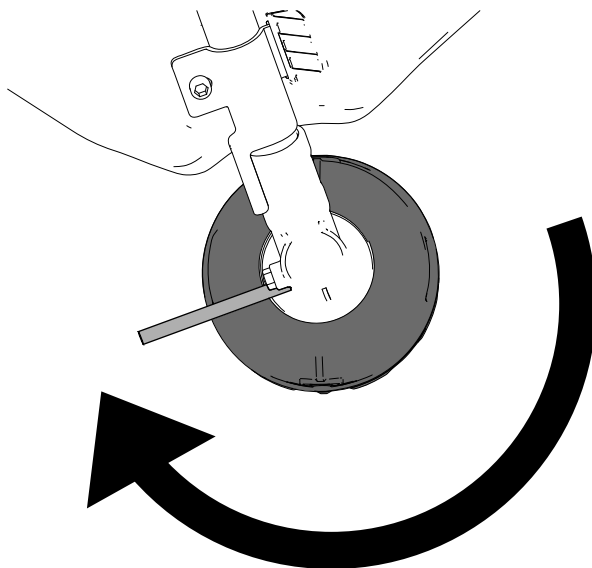

Figura 17
4. Cu capul motocositorii fixat cu tija metalică, rotii-l în sensul acelor de ceasornic pentru a-l îndepărta de pe tija filetată a carcasei (Figura 17).
4. Îndepărtați buoul din partea laterală a motocositorii (Figura 17).